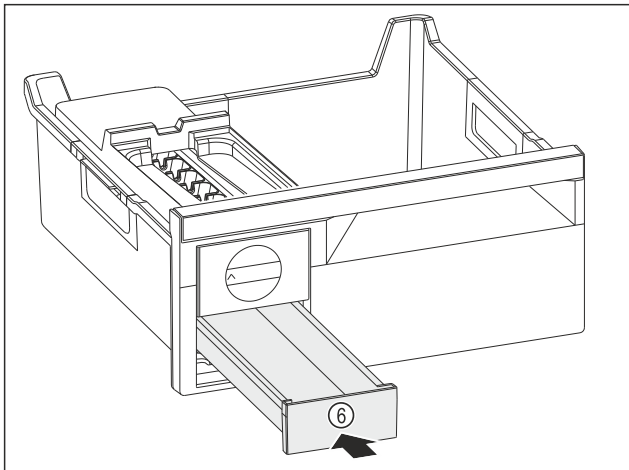

Fig. 296
- ▶ Вдвиньте выдвижной ящик для кубиков льда Fig. 296 (6).